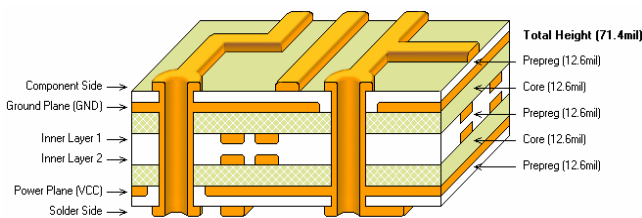

图 11-24 Internal Pairs 结构的六层板
② Internal Pairs: 该堆栈样式也是由双面板为基础构成的, 内部的信号层与电源层由多个双面板构成, 而顶层和底层的铜箔与内部板层之间用 Prepreg 黏合。图 11-24 所示为 Internal Pairs 结构的六层板。